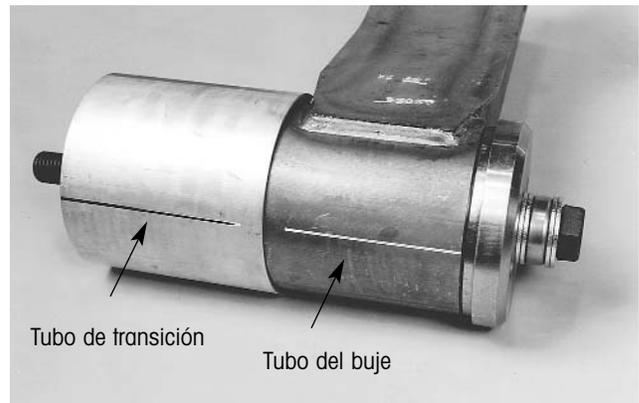

Figura 31. Alinee las líneas para una buena orientación del buje
- Alinee la línea dibujada en el tubo de transición con la línea dibujada en el tubo del buje (figura 31).